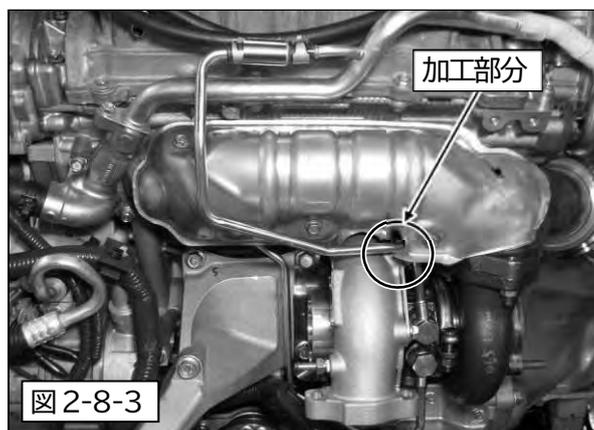

図 2-8-3
- (3) ノーマルエキゾーストマニホールドカバー LH をウォーターパイプ OUT LH と干渉しないように加工して取り付けます。(図 2-8-3)
(4) ウォーターパイプ OUT LH をターボチャージャー LH に取り付けます。(図 2-8-3)